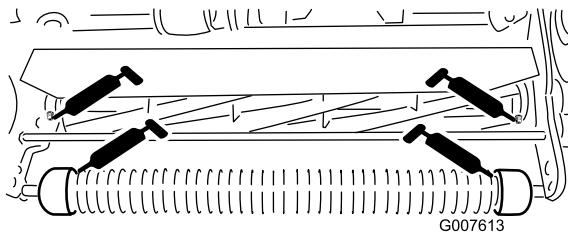

Figure 22
- 2 sur le rouleau avant (Figure 22)
- 2 sur les roulements de cylindre (Figure 22)